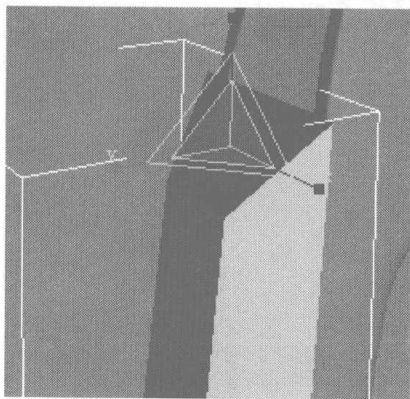
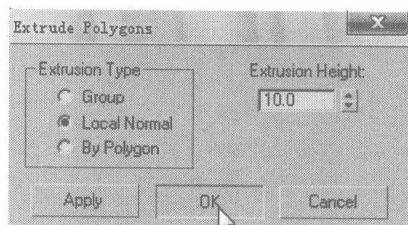
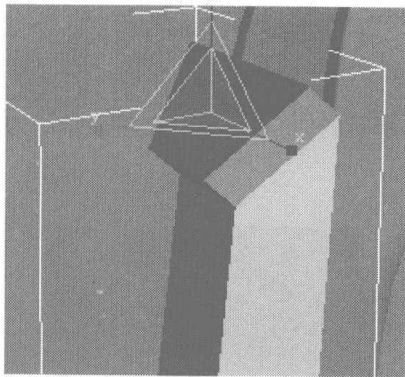
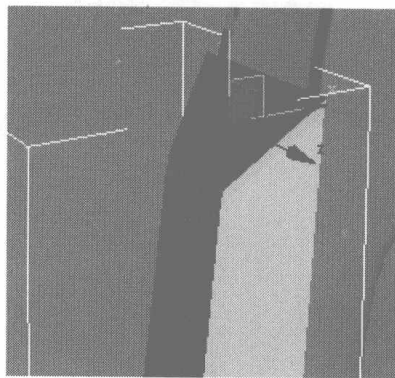

图 5.304
图 5.305
图 5.306
图 5.307
- 12** 选择如图 5.304 所示的面，单击 **Extrude** 右边的小按钮，在弹出的对话框中设置如图 5.305 所示参数，模型显示如图 5.306 所示。调整所选的面到如图 5.307 所示的位置。